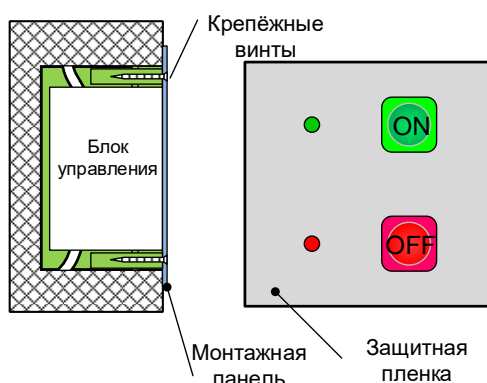

Рисунок 7. Наклеивание защитной плёнки к монтажной панели и внешний вид смонтированного выключателя
2.2.3 После крепления монтажной панели ее поверхность необходимо обезжирить и очистить с помощью спиртовой салфетки, входящей в комплект поставки. С тыльной стороны защитной плёнки снимается бумажное покрытие, плёнка приклеивается к монтажной панели. Стык между стеной и монтажной панелью с приклеенной защитной плёнкой обрабатывается герметиком (см.рис.7,8).